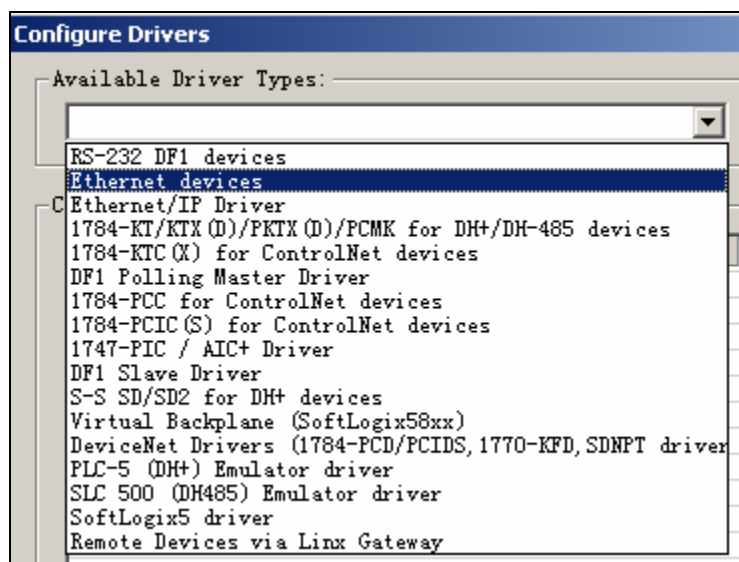

图 4-7 选择 EtherNet 的驱动
2. 单击 Configure drives  图标，选择 EtherNet 的驱动，如图 4-7 所示。